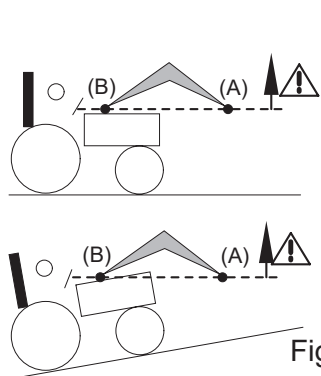

Fig. 2
- При подъеме и перемещении груза необходимо следить за грузом с момента, когда шарнир навесного оборудования (А) пересек горизонтальную линию, проходящую через шарнир погрузчика (В) (рис. 2). При необходимости исправьте положение навесного оборудования так, чтобы груз не был направлен в сторону водителя (рис. 3).
⚠ ОПАСНОСТЬ! Если груз не зафиксирован должным образом, существует опасность падения груза, когда шарнир навесного оборудования (А) выходит за пределы горизонтали шарнира погрузчика (В) (см. рис. 2).
ОПАСНОСТЬ! Запрещается углублять погрузчик, если шарнир навесного оборудования (А) выходит за пределы горизонтали шарнира погрузчика (В) (см. рис. 2).